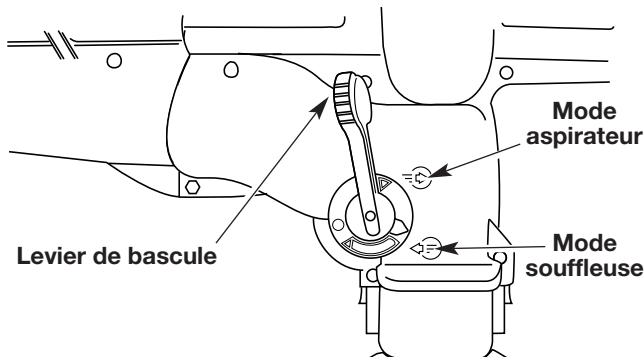

Fig. 14
2. Relevez le levier de bascule des modes souffleur/aspirateur (mode souffleur) (Fig. 14).